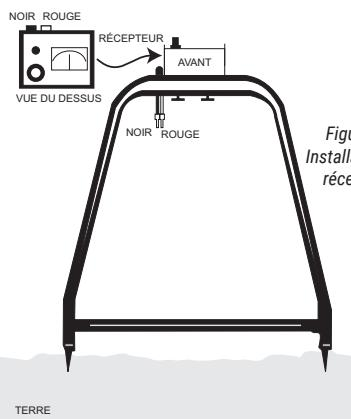

Figure 2.
3. Lorsque l'émetteur est désactivé, fixez le récepteur au cadre en « A » et connectez les fils récepteurs du cadre en « A » aux prises d'entrée du récepteur – le fil noir avec le fil noir et le fil rouge avec le fil rouge. (Voir la figure 2.)